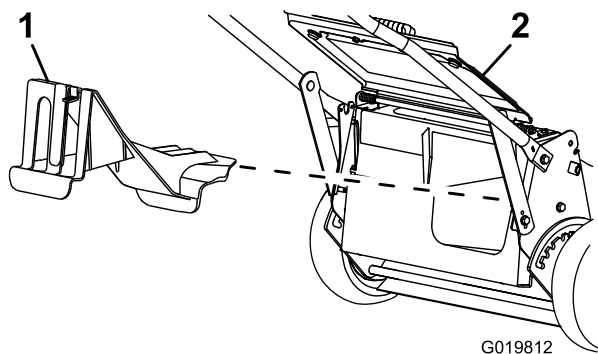

Figura 22
- Si el tapón de descarga trasero no está instalado, sujételo por el asa, eleve el deflector trasero e introdúzcalo en el conducto de descarga trasera hasta que el enganche encaje en su sitio; consulte Figura 22.
2. Retire el tapón de descarga trasero presionando hacia abajo sobre el enganche con el dedo pulgar y extrayendo del tapón de la máquina (Figura 22).